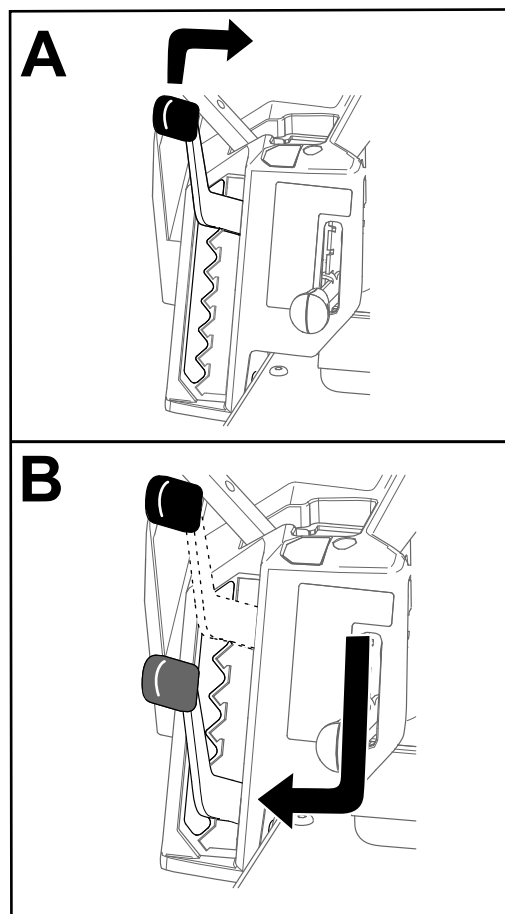

Figura 28
**Notă:** Poziția de transport este cea mai înaltă poziție de tăiere sau înălțimea de tăiere de 114 mm, aa cum se arată în Figura 28.
Puteți regla înălțimea de tăiere de la 38 mm până la 114 mm, în trepte de 13 mm. Înălțimea de tăiere este controlată de maneta situată în dreapta poziției de operare (Figura 28).